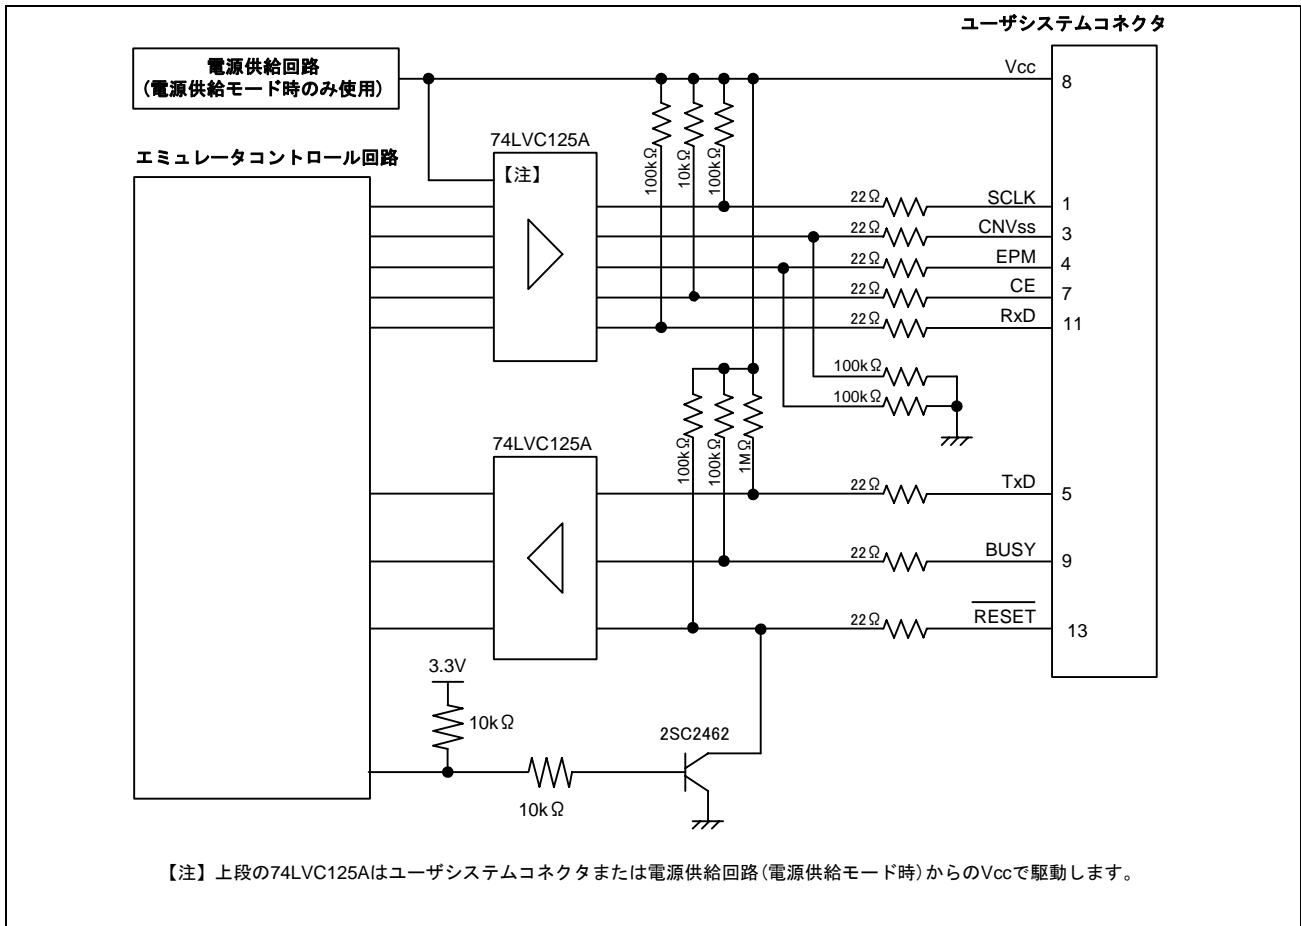

図 5.12 E8 エミュレータ内インタフェース回路 (参考)
E8エミュレータ動作中にP64はHiZ状態になることがあります。そのため、抵抗値に関しては、E8エミュレータ内部抵抗(図5.12)との分圧により、中間電位にならない値で端子処理をしてください。
E8エミュレータ動作中にP50,P55はHiZ状態になることがあります。そのため、抵抗値に関しては、E8エミュレータ内部抵抗(図5.12)との分圧により、中間電位にならない値で端子処理をしてください。
P55は、E8エミュレータを外した後のマイコン端子状態を考慮し、プルアップまたはプルダウンしてください。E8エミュレータ動作中にP55はHiZ状態になることがあります。そのため、抵抗値に関しては、E8エミュレータ内部抵抗(図5.12)との分圧により、中間電位にならない値で端子処理をしてください。
9. 図5.12にE8エミュレータ内インタフェース回路を示します。プルアップ抵抗の値などを決定するときに参考にしてください。